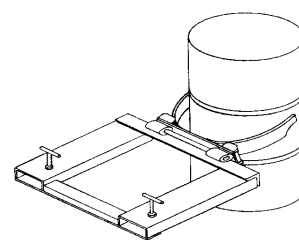

Figura 3
5. Avanzar con la carretilla lentamente a la vez que de se descenden las horquillas (figura 3). Los ganchos de agarre se irán abriendo hasta abrazar completamente el barril y cerrarse.